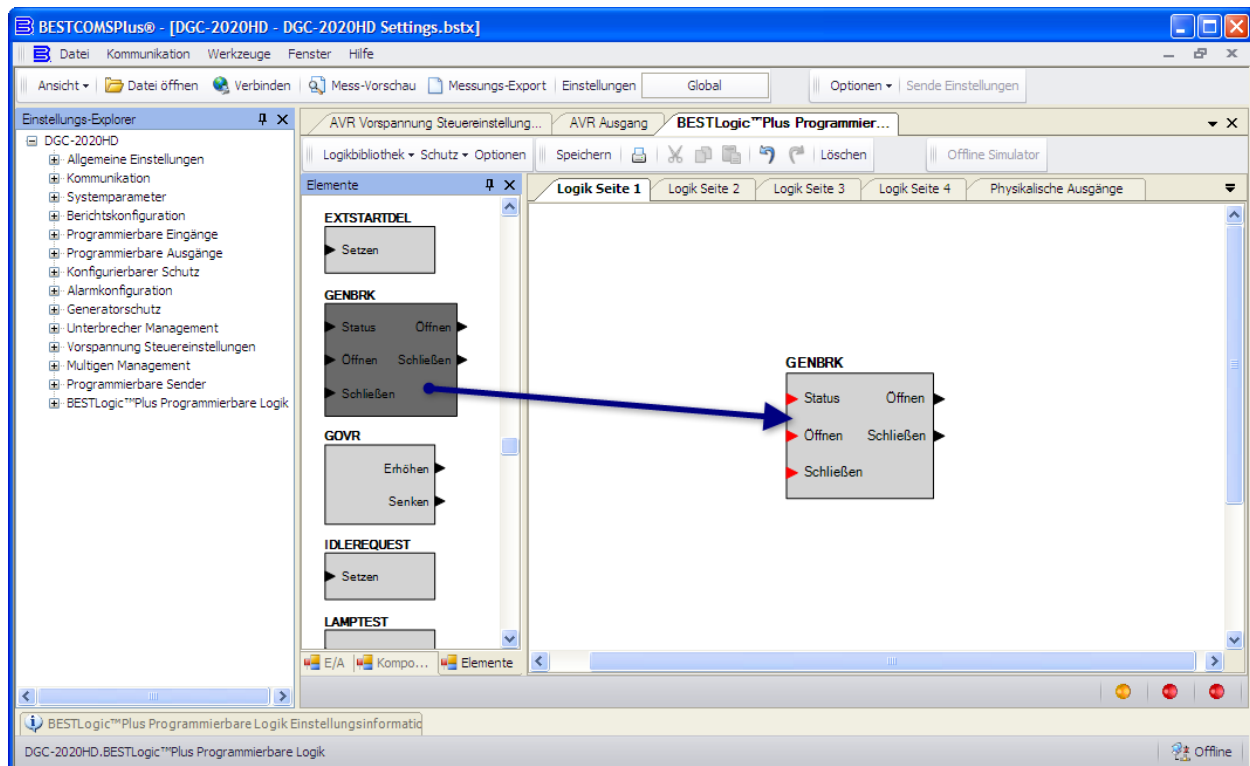

Abbildung 13-10. Synchronisator-Einrichtung in BESTLogicPlus Schritt 25
25. Richten Sie die programmierbare Logik so ein, dass dem DGC-2020HD ermöglicht wird, den Generator zu synchronisieren und den Generatorunterbrecher zu schließen. Klicken Sie in der programmierbaren Logik von *BESTLogicPlus* auf das Register Elemente und ziehen Sie das Element *GENUNTB* (Generatorunterbrecher) in das Hauptfenster der Logik. Siehe Abbildung 13-10.